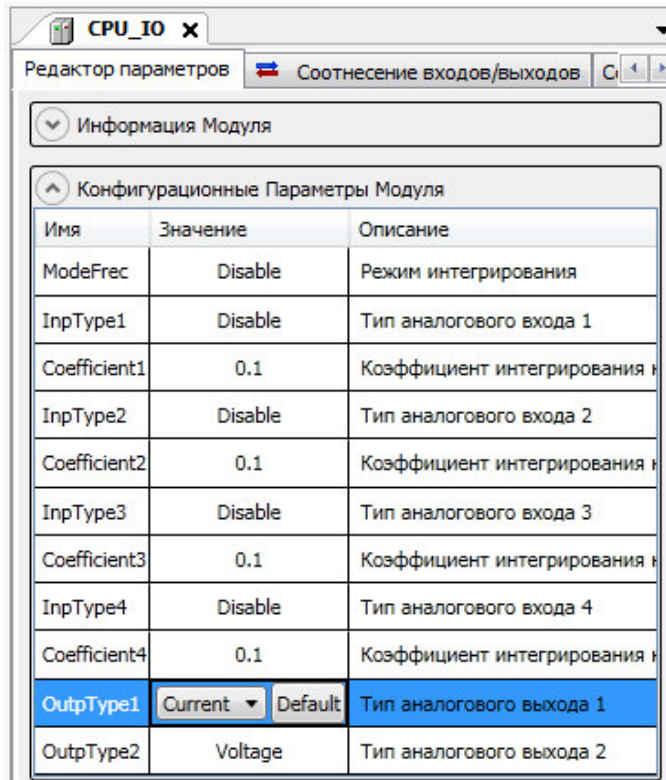

Рисунок 3.11 – CPU_IO. Редактор параметров
- В столбце *Имя* найти имя *OutType1* и изменить его *Значение* (нажав двойным щелчком левой кнопки мыши на ячейку) на *Current* (рисунок 3.11).